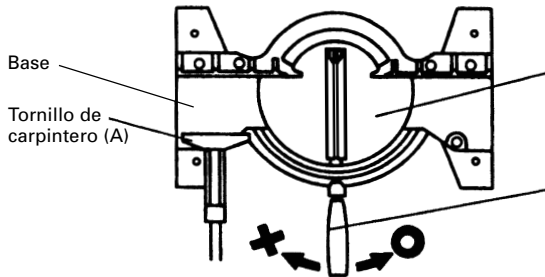
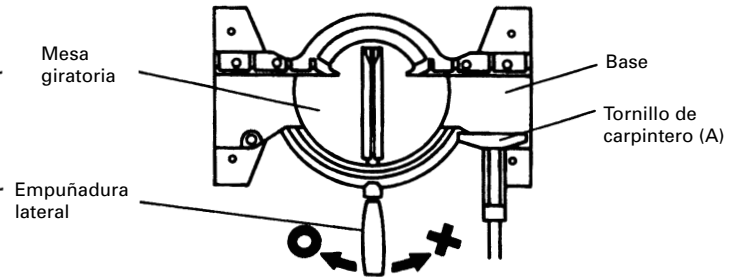

Fig. 17
Fig. 18
⚠ PRECAUCIÓN: Cuando el tornillo de carpintero (A) esté montado a la izquierda de la base, como se muestra en la Fig. 17, gire la mesa giratoria hacia la derecha para iniciar la operación. Cuando el tornillo de carpintero (A) esté montado a la derecha de la base, como se muestra en la Fig. 18, gire la mesa giratoria hacia la izquierda para iniciar la operación. Tenga cuidado de no girar la mesa giratoria en el sentido en el que esté instalado el tornillo de carpintero (A), ya que podría hacer que el tornillo de carpintero (A) se cortase con la hoja de sierra, lo que podría resultar en la rotura de ambos.